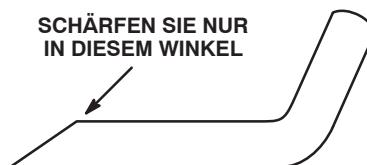

Bild 65
3. Untersuchen Sie die Schnittkanten aller Messer. Schärfen Sie die stumpfen oder gekerbten Schnittkanten. Schärfen Sie nur die Oberseite der Schnittkante, sodass Sie den Originalschnittwinkel beibehalten und so die Schärfe der Messer gewährleisten (Bild 65). Das Schnittmesser bleibt ausgewuchten, wenn Sie von beiden Schnittkanten die gleiche Materialmenge abnehmen.